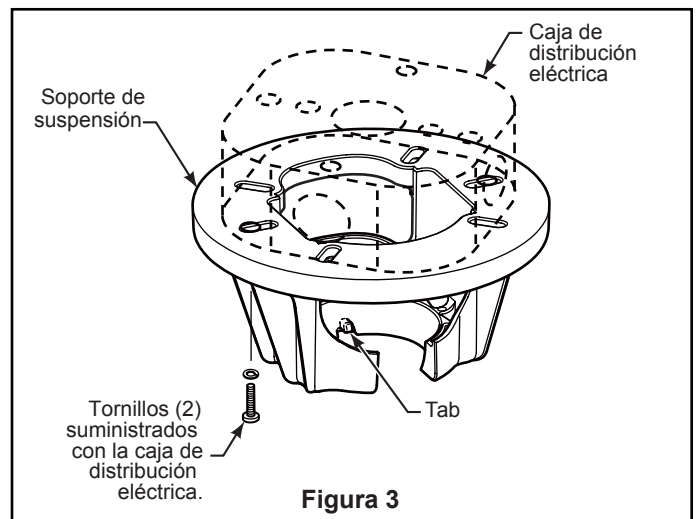
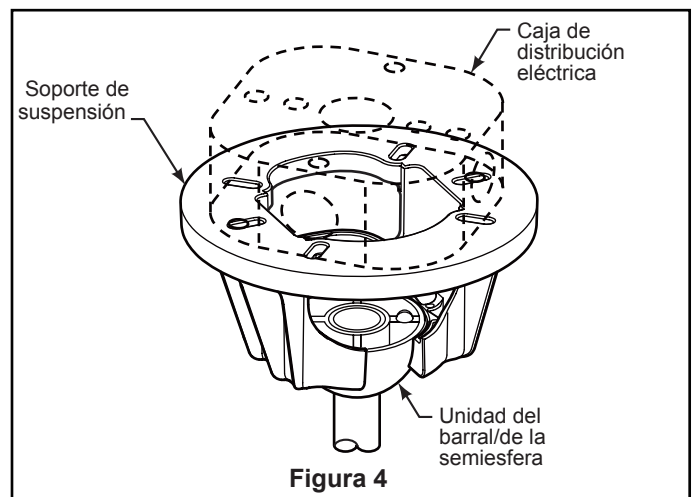

Figura 3
Figura 4
3. Introduzca los cables de color negro/blanco, azul, rojo, gris y amarillo a través de la varilla. (Figura 3)
4. Coloque el soporte de la varilla y alinee los orificios de la clavija de horquilla en ambas piezas. Instale la clavija de horquilla y asegúrela con la pinza de horquilla. Fije y instale los dos tornillos de presión y las tuercas de seguridad en el soporte de la varilla interior. (Figura 4)
1. Fije bien el soporte de suspensión a la caja de distribución con los tornillos y las arandelas suministrados con la misma (Figura 3).
NOTA: Se deben pasar los tornillos de la caja de distribución eléctrica a través de los orificios que se encuentran en el soporte de suspensión (Figura 3).
3. Con cuidado, levante el ventilador y apoye la unidad del barral/de la semiesfera en el soporte de suspensión que acaba de fijar a la caja de distribución eléctrica (Figura 4). Asegúrese de que la ranura en la semiesfera esté alineada con el reborde del soporte de suspensión (Figura 3).
2. Una vez haya hecho las conexiones, coloque los cables hacia arriba y empújelos cuidadosamente hacia dentro de la caja de la toma de corriente, poniendo los cables blancos y verdes a un lado de la caja y los negros hacia el otro lado. Los cables deben ser colocados de forma extendida poniendo el conductor de la toma de tierra y el conductor de toma de tierra del equipo a un lado de la caja, colocando el conductor sin toma de tierra en el otro lado de la caja. (Figura 3)
3. Una vez que se ha realizado la conexión, deslice el receptor en el soporte del colgador, teniendo cuidado de no pillar los cables. El dosel cubrirá el receptor y el soporte del colgador. (Figura 4)